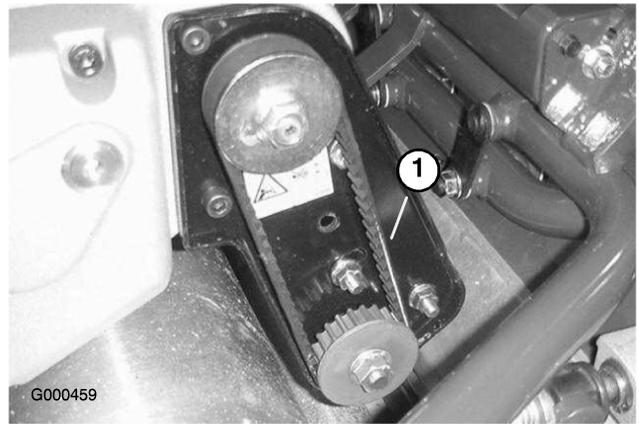

図 35
2. プーリ間の中央（図 35）でベルトを指で押して点検する。押す力は1.5～ 2.5 kg程度。たわみが6 mm程度あるのが適正。たわみがこの範囲になれば、以下の要領で調整する。